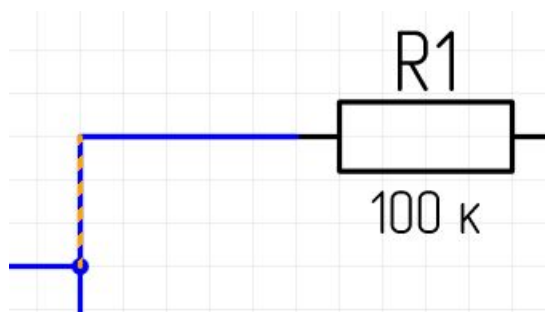

Рис. 66 Сегмент проводника
- Сегмент проводника – прямой отрезок линии электрической связи, см. Рис. 66.